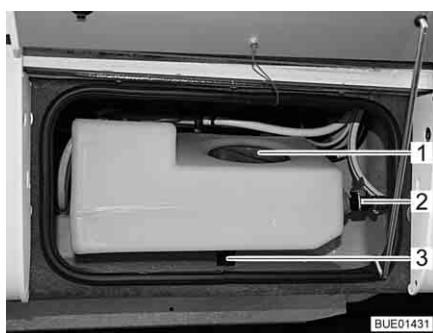
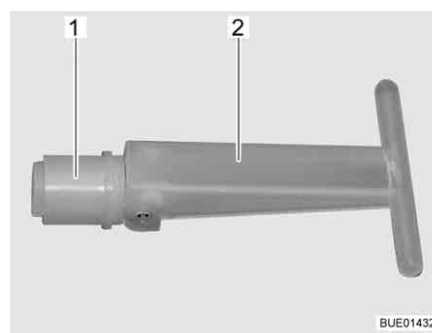

Bild 197 Extra vattentank
Bild 198 Propp
När tömningsventilen (Bild 197,2) är öppen, är extra vattentankens volym begränsad till ca 30 l; överflödigt vatten rinner ut. När tömningsventilen är stängd är hela tankvolymen tillgänglig.
När proppen (Bild 198,1) invändigt i extra vattentanken dras ur, rinner vattnet ut genom utloppet (Bild 197,3). Proppen är åtkomlig via serviceöppningen (Bild 197,1).
- Säkerställ att proppen (Bild 198,1) i extra vattentanken är stängd (handtaget (Bild 198,2) är nedfällt).
- Säkerställ att tömningsventilen (Bild 197,2) är stängd.
- Öppna serviceöppningen (Bild 197,1) i extra vattentanken.
- Ställ handtaget (Bild 198,2) på proppen (Bild 198,1) vertikalt genom serviceöppningen och dra ut proppen.
- Öppna tömningsventilen (Bild 197,2) på extra vattentanken.